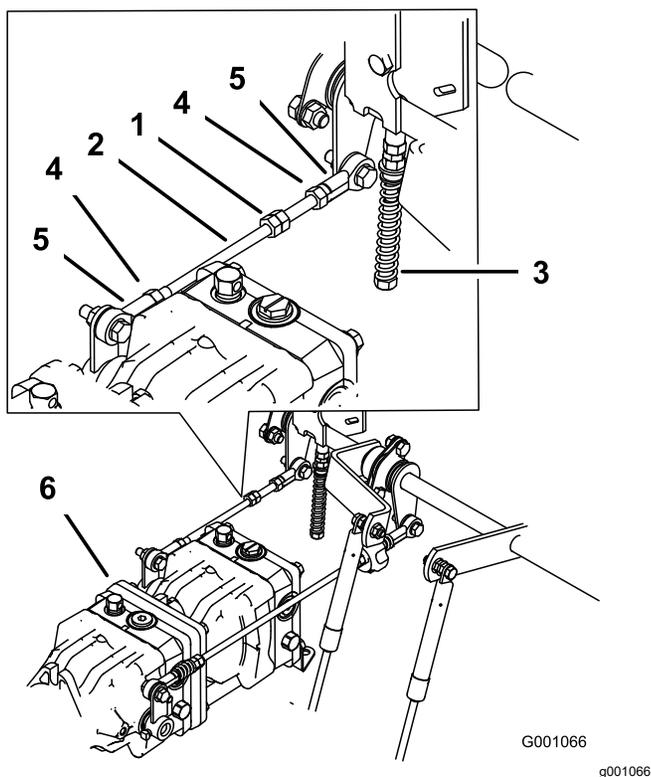

Рисунок 99
1. Ослабьте контргайки шаровых шарниров штока управления насосом (Рисунок 99).
соответствующем направлении, чтобы соответствующее колесо стояло неподвижно или немного медленно вращалось в обратном направлении (Рисунок 99).
6. Затяните контргайки шаровых шарниров (Рисунок 99).